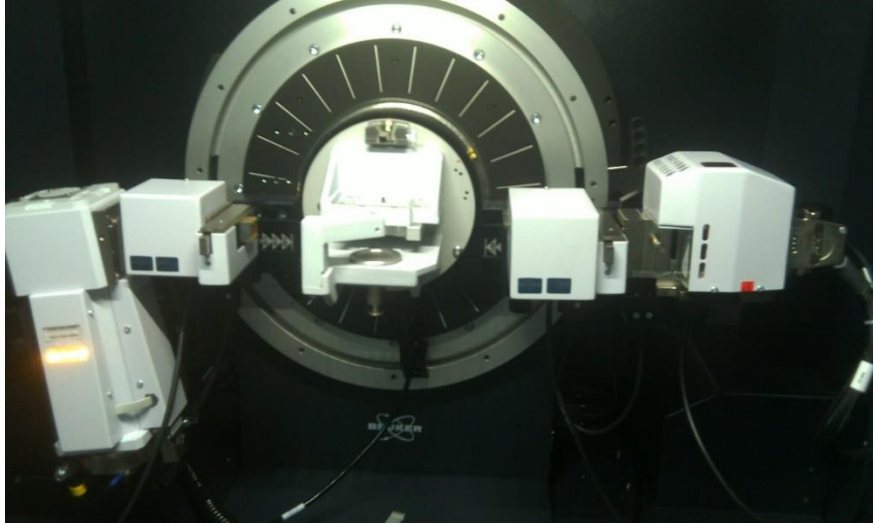

图 7-1
7.1 设定 detector 为  $10^\circ$ ，点 go，使探测器臂转到一个适合操作的位置。（图 7-1）。